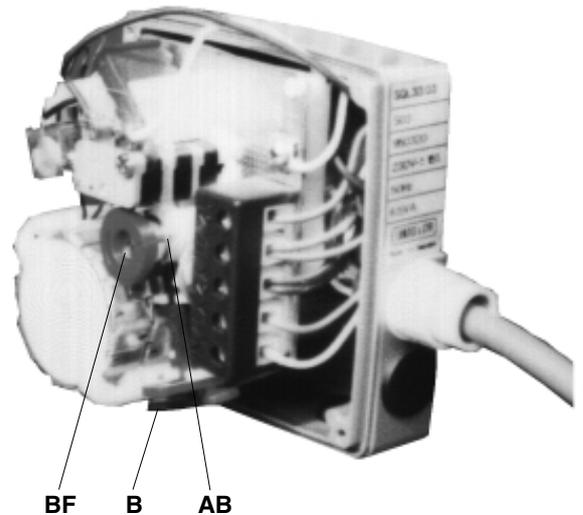

Fig.18
2. Para regular el caudal de aire de encendido, girar la leva AB (Fig. 18) del servomotor (para aumentar el caudal de aire aumentar el ángulo de apertura del servomotor)
- 6 Si fuera necesario variar la potencia del quemador en llama baja, mover la leva BF (fig. 18). La posición de la llama baja no debe nunca coincidir con la posición de encendido, por este motivo es que la leva debe estar tarada al menos 5° en más de la posición de encendido.